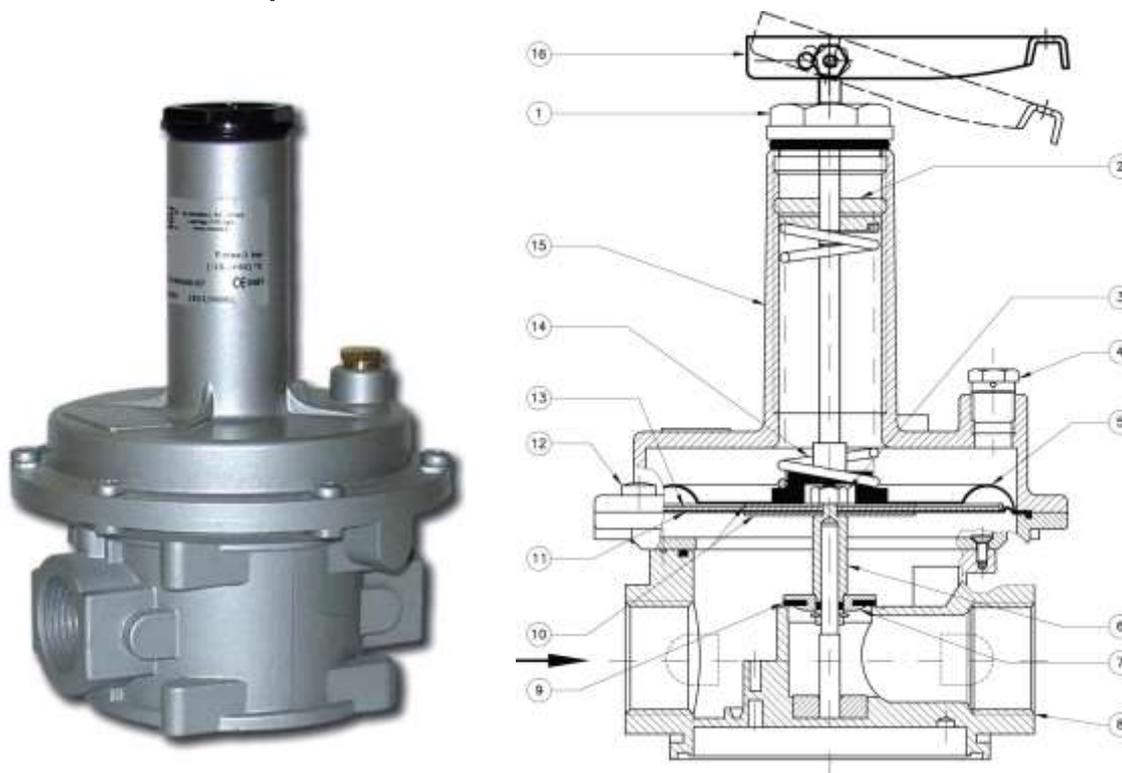

Рис. 1
Клапан (рис. 1) состоит из: алюминиевый колпачок (1); регулировочный винт (2); гайка блокировки мембраны (3); пылезащитный колпачок (4); защитная мембрана (5); центральный шток (6); затвор (7); корпус (8); прокладка (9); диски мембраны (10); рабочая мембрана (11); винты крепления (12); верхний диск мембраны (13); пружина регулирующего устройства (14); раструб (15); рычаг принудительного открытия клапана* (16).